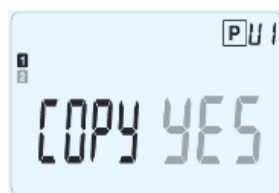

Fig. 24
- a. Alegeți simbolul “mersului la culcare” , care corespunde sfârșitului zilei, pentru a termina; termostatul vă cere să copiați programul zilei pe care l-ați setat și închis de curând, pe zilele următoare, după cum se vede în Fig. 24: